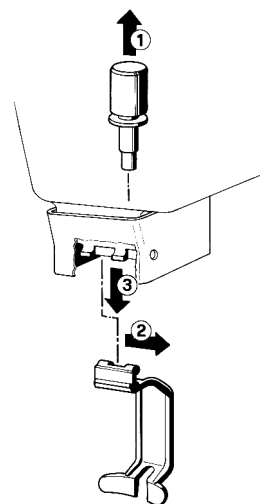

Bild 6
- 1 - Den Kolben lösen (1) und dann den Betätigungshebel des Hahns abmontieren (2-3) (Bild 6).
- 1 - Werden die zur Demontage durchgeführten Schritte in umgekehrter Reihenfolge ausführen um der Ventilkörper zu montieren (Bild 6).